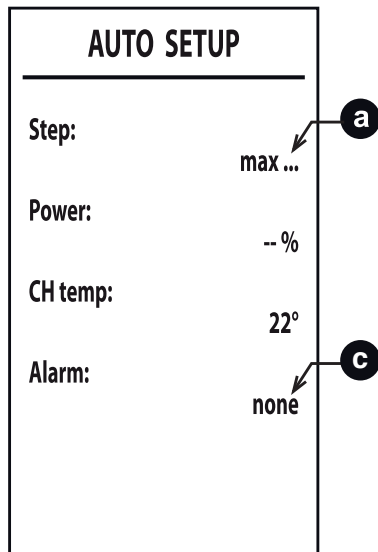

fig. 37
- 5 Dopo l'accensione, il bruciatore si posiziona in riscaldamento alle varie potenze (max, med, min) indicate dal punto **a** (fig. 37). Qualora lo smaltimento termico dell'impianto non fosse sufficiente a far terminare la procedura, si può attivare, **solamente dopo che il bruciatore si è acceso**, una richiesta di Sanitario.
- 7 Qualora la sequenza di accensione descritta al punto "6" non sia andata a buon fine, compare la scritta **max_err** al punto **a** e un codice di errore al punto **c** (fig. 37).